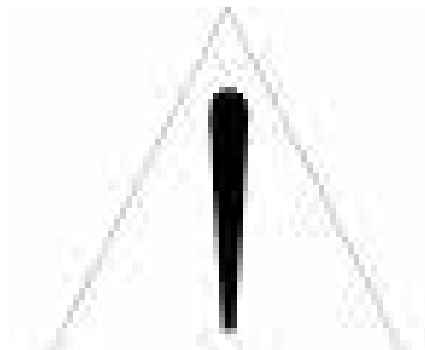

Bild 4.16 - Einbau des ersten Paares Transportösen
2. Das erste Paar Transportösen fest einschrauben und den Motor anheben. Siehe Bild 4.16;